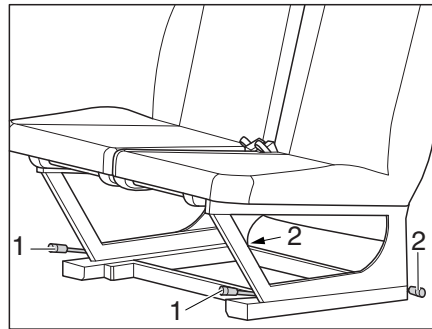

Bild 10 Sitzbank einbauen
- Beide hinteren Verriegelungshebel (Bild 10,2) herausziehen und mit Rastbolzen blockieren.
- Beide vorderen Verriegelungshebel (Bild 10,1) in obere Position bringen.
- Vordere Verriegelungshebel (Bild 10,1) nach unten drücken. Die Krallen des Unterbaus greifen in die Schiene.
- Prüfen, ob die vorderen Verriegelungshebel (Bild 10,1) in den Sicherungshebel (Bild 10,2) einrasten.
- ▷ Sicherstellen, dass beide vorderen Verriegelungshebel (Bild 10,1) vollständig verriegelt sind.